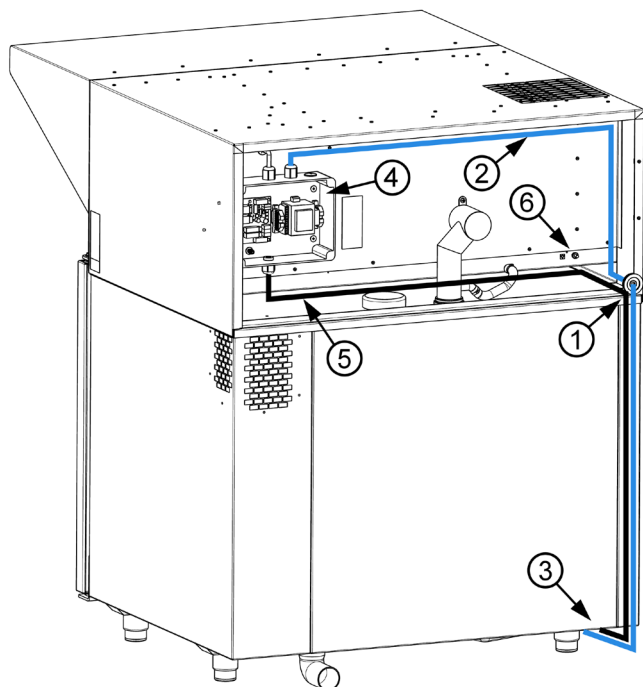

Рисунок 6: Задняя сторона зонта 0610
В задней части зонта имеется болт М6 (6), который предназначен для защитных муфт (рис. 6). Подключите его к соответствующему кабелю и установите защитные муфты
В задней части зонта имеется пластиковый распределитель (4), из которого выходит управляющий UTP кабель (2) с разъемом RJ-45 на конце (рис. 6).
Надрежьте крестообразное отверстие в резиновой втулке (1) на краю корпуса зонта. Проведите UTP кабель (2) через отверстие и далее к проколотым фланцам (3) в заднем левом углу основания прибора (рис. 6)
На задней стенке зонта (рис. 6) находится пластиковый распределитель (4), из которого выходит силовой кабель 3 x 1,5 мм² (5) со свободными выводами. Проведите этот кабель через резиновую втулку так же, как и UTP кабель управления.